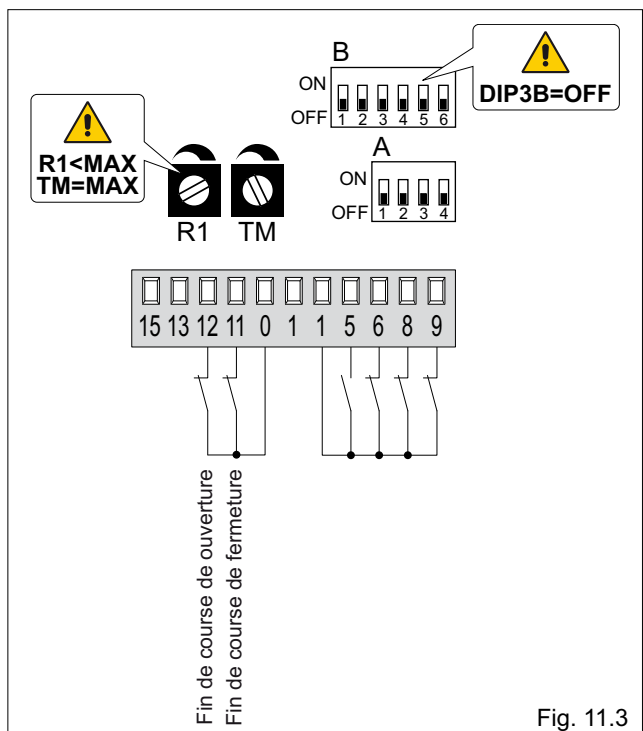

Fig. 11.3
**(Fig. 11.3) Le vantail s'arrête sur les fins de course et s'inverse sur les obstacles.**